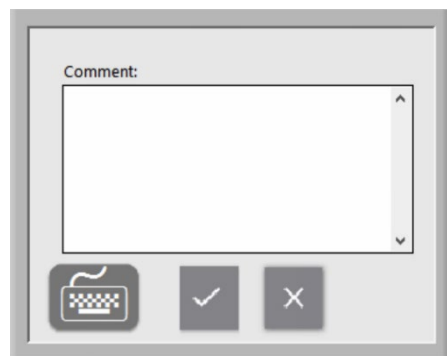

图 35 : 备注窗口
- d. 如果需要，可以通过轻触 **Add Comment**（添加备注）按钮并在结果的 **Comments**（备注）窗口中添加备注，将备注添加到 **Assay Results.pdf** 中，如图 35 所示。